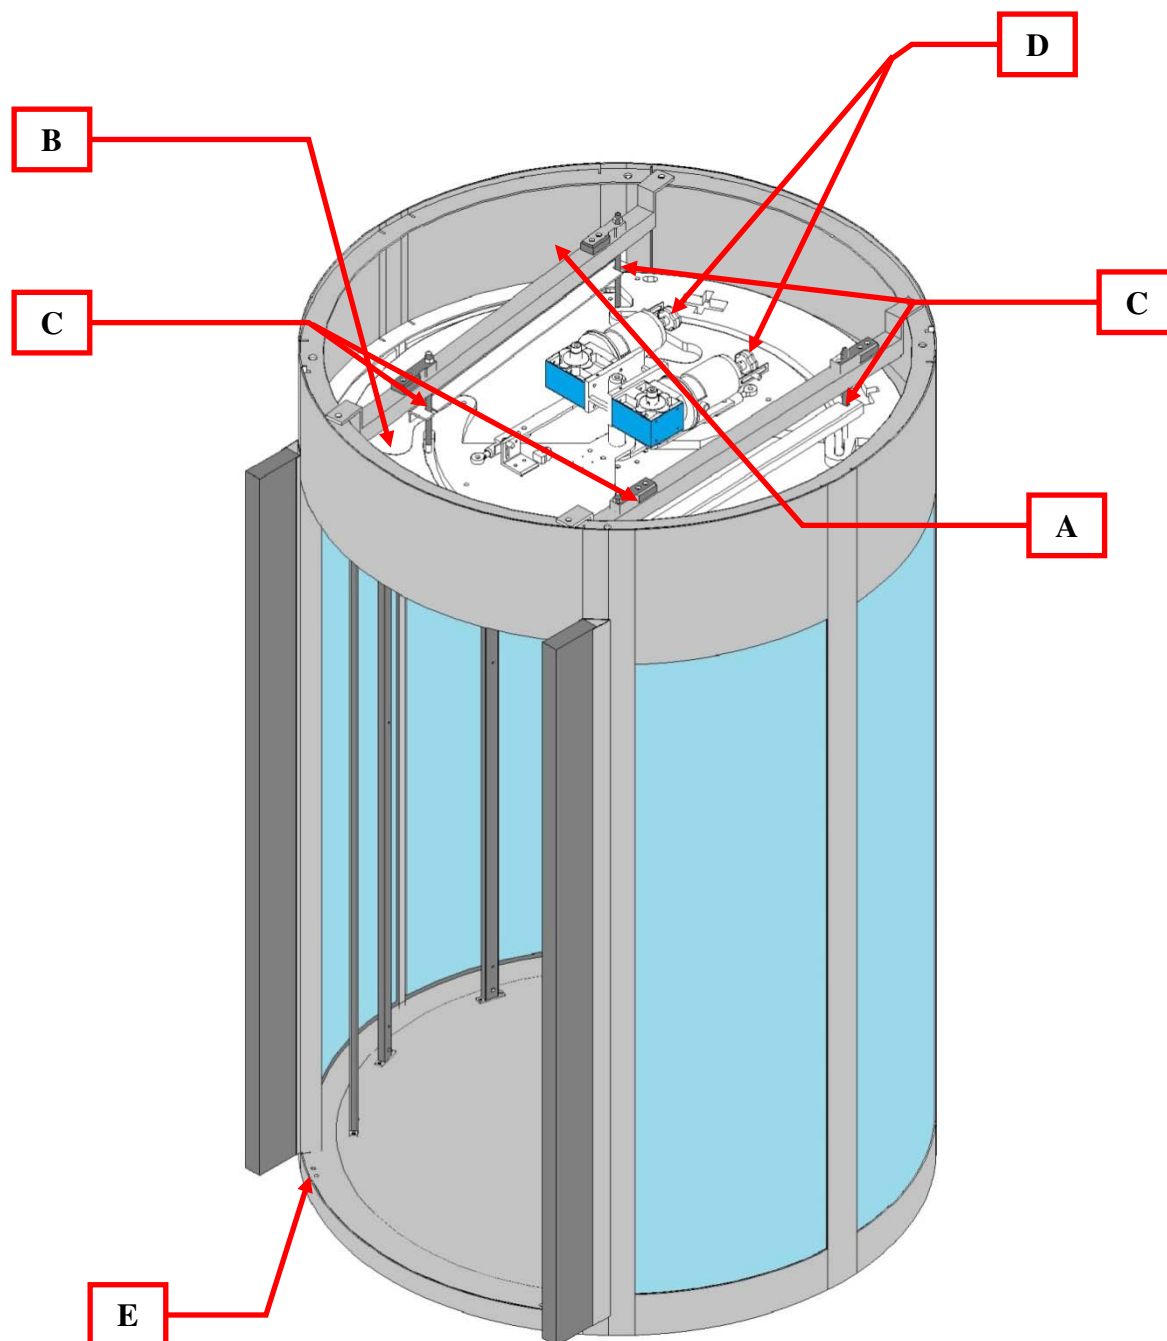
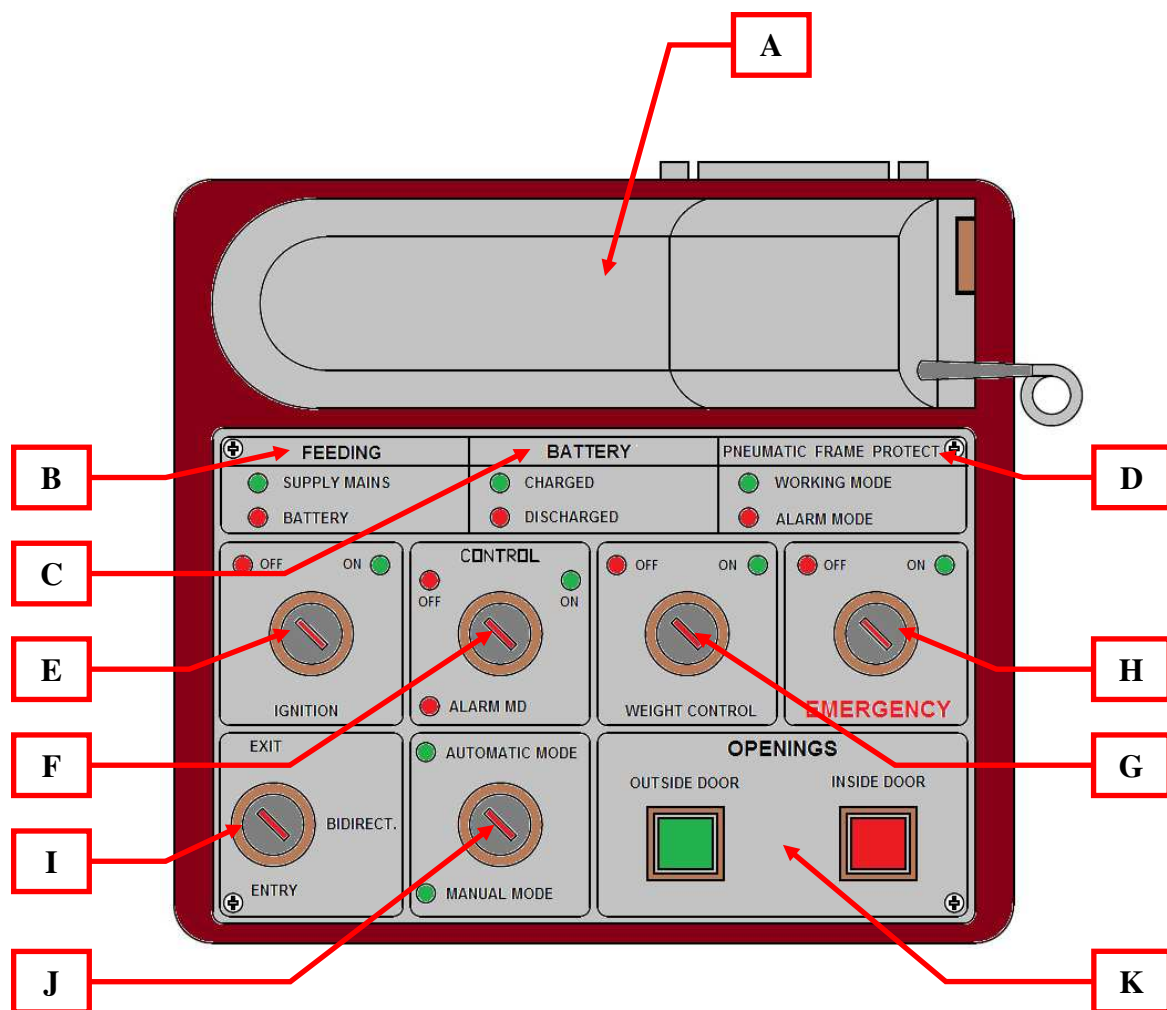

Рис. 1
Рис. 2
- Прикрепите дверь для обеспечения безопасности к полу, таким образом, чтобы она была выровнена и не колебалась. Для того чтобы стабилизировать дверь для обеспечения безопасности, снимите четыре резиновых протектора под рамой основания (см. рис. 1., ссылка L) и отрегулируйте стабилизирующие ножки. Для того чтобы завинтить или отвинтить ножки необходим ключ с торцевой головкой на 6 мм (рис. 1. ссылка I). Устойчивость двери для обеспечения безопасности на полу имеет фундаментальное значение для корректной работы.
- Проложите кабель электропитания ($2 \times 2.5 \text{ мм}^2$ + заземление) над крышей двери для обеспечения безопасности (см. рис. 1., ссылка N) и подсоедините его к выключателю сети, расположенному внутри верхнего отсека (см. рис. 1., ссылка D). Выключатель сети состоит из двух модулей. Первый выключатель отключает питание от электросети, а второй выключатель отключает батарейное питание.
- Проложите кабель консоли (пульта) (рис. 1., ссылка O) поверх крыши двери для обеспечения безопасности внутри кабельного желоба или внутри трубки соответствующих размеров вплоть до того места, где консоль (пульт) должна быть установлена.
- Ослабьте винты наверху крыши посередине двери для обеспечения безопасности, которые удерживают транзитную конструкцию во время транспортировки (рис. 1., ссылка E).
- Включите дверь для обеспечения безопасности с помощью главного включателя (клавиша включения) на консоли (пульте) (рис. 2., ссылка Е), а также используя клавишу, расположенную на наружной стороне передней секции двери для обеспечения безопасности (рис. 1., ссылка М).
Если прерывание продолжается дольше 20 секунд, оптико-акустический сигнал тревоги генерируется в консоли (пульте) (неправильное функционирование, рис. 2., ссылка D), который предупреждает оператора о неисправности в этой системе предотвращения аварий.
Дверь для обеспечения безопасности может быть активизирована/дезактивирована с помощью клавиши "Включ.", расположенной на консоли (пульте) (рис. 2., ссылка Е) или с помощью клавиши, расположенной на внешней передней секции двери для обеспечения безопасности (рис. 1., ссылка М).
При закрытии помещения по завершении последнего прохода (выхода) можно дезактивировать дверь для обеспечения безопасности посредством использования клавиши, расположенной на внешней передней секции двери для обеспечения безопасности (рис. 1., ссылка М) (процедура "Последний Выход"). Это возможно только, если клавиша «Включ.» на пульте управления находится в положении «включено» (ON) (рис. 2., ссылка Е), независимо от позиций любых других клавиш или селекторных переключателей. При открытии помещения можно активировать дверь для обеспечения безопасности, используя ту же самую клавишу, расположенную на внешней передней секции (рис. 1., ссылка О) (процедура "Первый вход"). Эта процедура автоматически активизирует первый цикл открытия двери, которая может быть использована для реализации прохода типа «первый вход».
Для того чтобы позволить кому-либо с металлическими предметами или оружием войти, для этого лица не нужно выходить из двери для обеспечения безопасности (если оно уже вошло внутрь), поскольку оператор может выключить металлодетектор с помощью клавиши, смонтированной на консоли (пульте) (рис. 2. ссылка F), после чего лицо (лица) может штатно войти внутрь.
Во время тех рабочих часов, когда необходимо предотвратить вход публики, достаточно выключить кнопку внешнего вызова двери. Для того, чтобы сделать это просто переключите клавишу, которая управляет типом режима на «РУЧНОЙ» (рис. 2. ссылка J).
Имеется специальная клавиша на консоли (пульте) (рис. 2., ссылка H) для выполнения одновременного открытия двух дверей для обеспечения безопасности.
В этом случае, откройте люк, расположенный на внутренней фронтальной поверхности над отсеком прохода (рис. 1., ссылка G), и посредством поворачивания специальных ручек, смонтированных на валу каждого двигателя (рис. 1., ссылка H) вращайте до тех пор, пока двери не откроются полностью. Для предотвращения аварий важно, всегда выполнять эту операцию, после дезактивации выключателя сети двери для обеспечения безопасности (рис. 1., ссылка D).
В случае необходимости разрешить одновременный проход двух человек, достаточно выключить орган управления, расположенный на консоли (пульте) (рис. 2., ссылка G).
Для восстановления нормального рабочего режима, необходимо выключить дверь для обеспечения безопасности с помощью клавиши, расположенной на консоли (пульте) (рис. 2., ссылка Е), а затем через несколько секунд включить ее снова.
В ссылках на рис. 2 указаны следующие функции пульта управления: